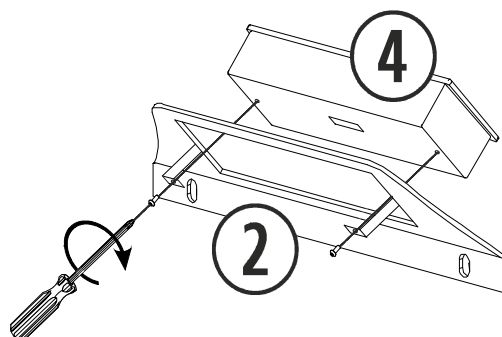
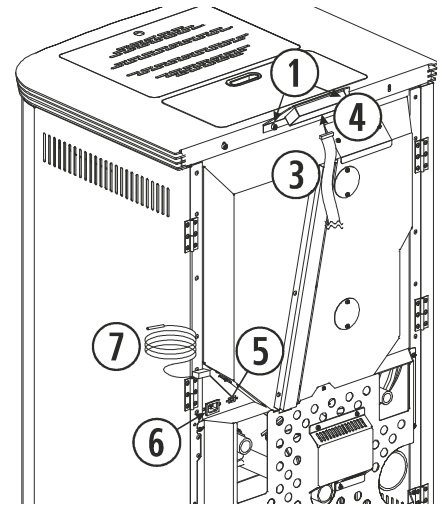
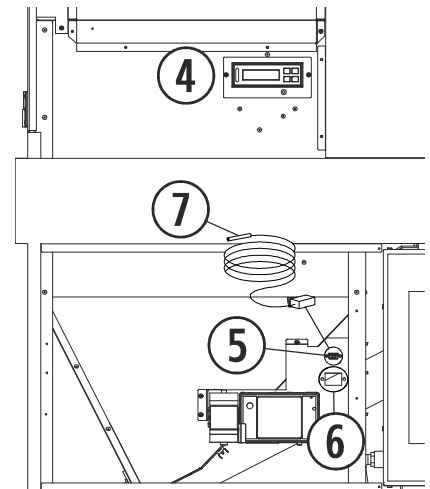

Figura 11
Figura 12
Figura 13
Salvo en los modelos Hidrocopper encastrables, debemos ajustar los tornillos que fijan el teclado(4) al soporte (2) como se indica en la *figura 11*, conectar la cinta plana de conexión del teclado (3), que está situada en la parte trasera sujeta con una cinta adhesiva y conectarla al teclado (4) como indica la *figura 12*, sólo tiene una posición de conexionado. Ajustar los tornillos del soporte del teclado (1).
Para el modelo de caldera Super Insert, el teclado se encuentra instalado en la puerta del frontal superior izquierdo, como se aprecia en la *figura 13*.
La sonda de ambiente y el cable de alimentación se conectan en la parte trasera de los modelos Hidrocopper, Hidrocopper encastrable, Hidrocopper Super y Cantina Super, como se indica en la *figura 12 (Hidrocopper)* y tras la puerta frontal inferior izquierda del forro en el modelo Super Insert, como se observa en la *figura 13*. Sabremos que la caldera lo reconoce porque veremos reflejada la temperatura ambiente en el panel de mandos. Si conectamos un termostato o contacto en lugar de visualizar la temperatura ambiente señalará (·) indicándonos que hay algo conectado en el puerto de comunicaciones.